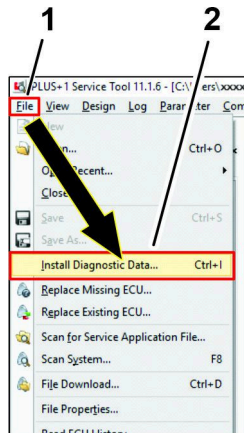

Bild 41
2. Klicken Sie auf das Symbol DATEI, und klicken Sie in der Dropdown-Liste auf DIAGNOSEDATEN INSTALLIEREN . . . Symbol (Bild 41).